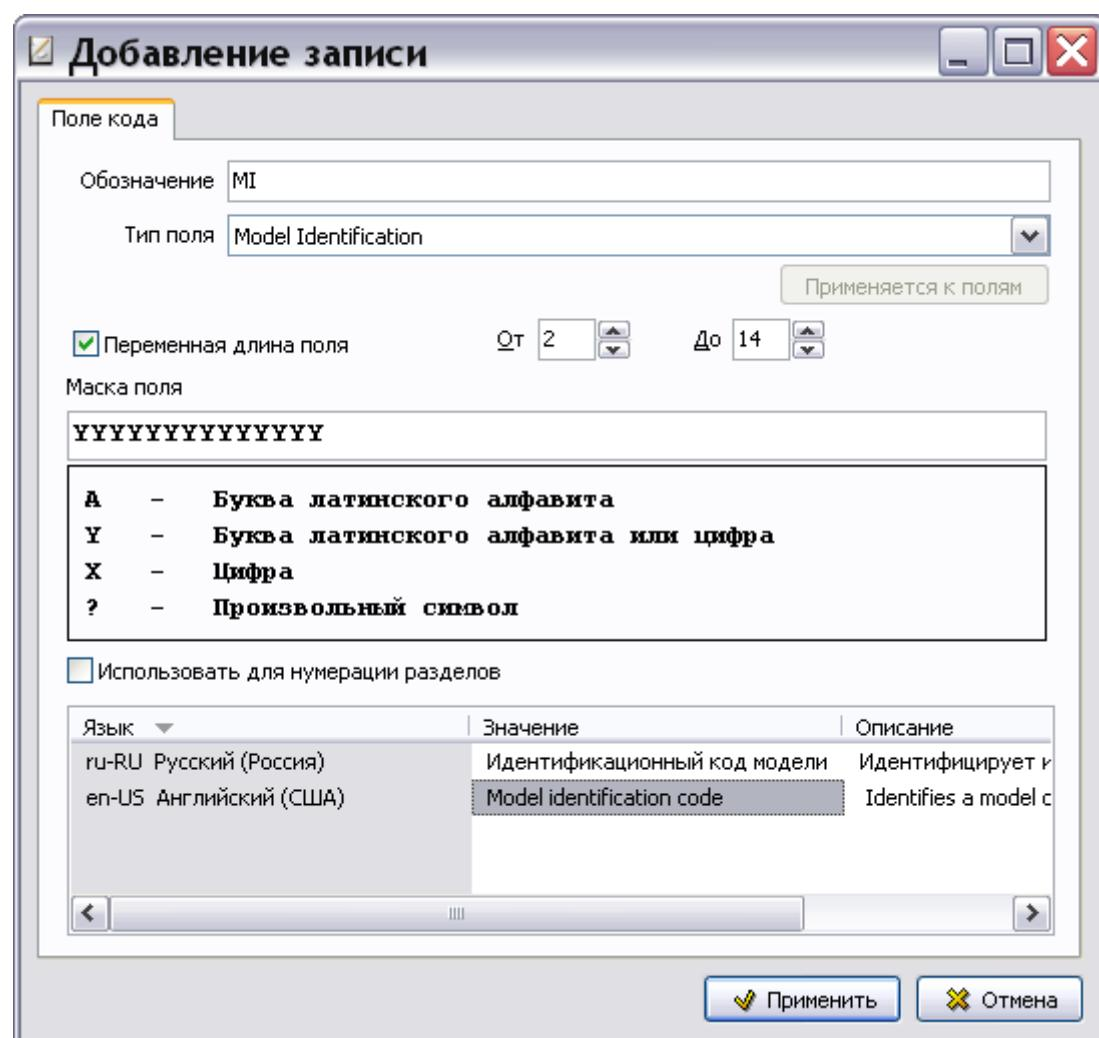

Рис. 2.46
3. В окне **Добавление записи** для поля кода введите обозначение элемента кода – «MI» (Рис. 2.46).
5. Для идентификационного кода модели стандарт ASD S1000D отводит от 2 до 14 символов. Для учета этой возможности выберите параметр **Переменная длина поля** и укажите минимальное (2) и максимальное (14) количество символов. Число символов, введенных в поле **Маска поля:**, должно соответствовать максимальному количеству символов, указанному в поле **До**.
Пример окна **Добавление записи** с введенными параметрами для поля кода «Идентификационный код модели» показан на рис. 2.46.